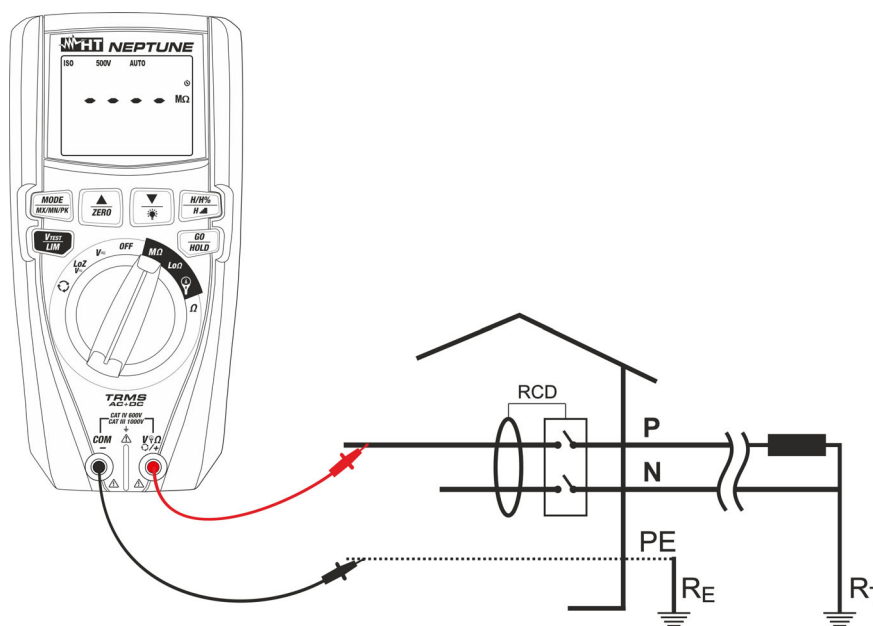

Fig. 15: Uso dello strumento per misura resistenza di isolamento in modo AUTO
7. Inserire il conduttore rosso nel terminale di ingresso **V Ω +/+** e il conduttore nero nel terminale di ingresso **COM/-** ed eventuali terminali a coccodrillo e collegare lo strumento all'impianto in esame (vedere Fig. 15)